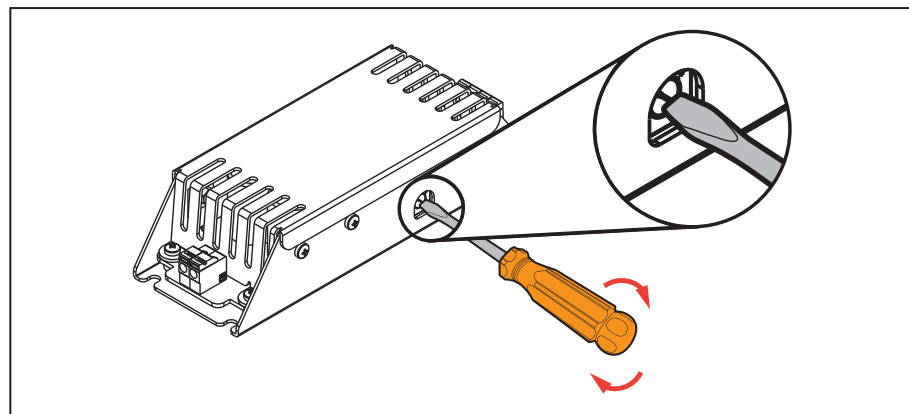

Figura 1. Giro del cuadrante con el destornillador
- Jandy®: Serie J (1)
- Hayward® Industries: Serie H (2)
- Pentair® Water Pool and Spa, Inc.: Serie P (3)
2. Con un destornillador de cabeza plana, gire el cuadrante del lado del adaptador LED Smart Sync al número correspondiente para la serie que desea seleccionar (consulte el adhesivo en el adaptador LED). Consulte la Figura 1.